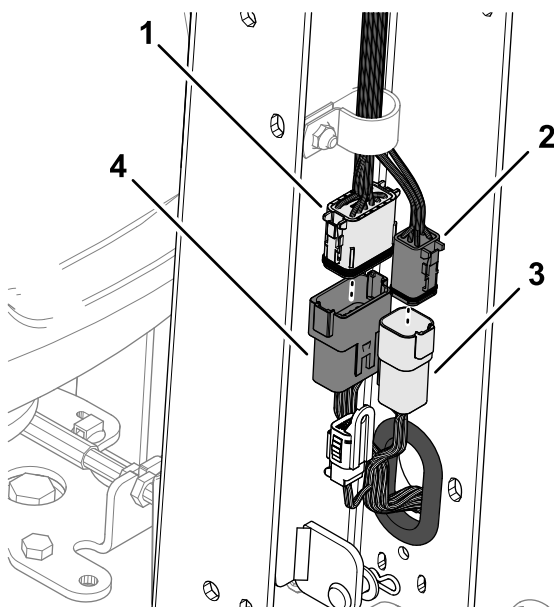

Figure 9
2. Branchez le connecteur à 12 broches du faisceau de la machine sur le connecteur à 12 douilles du faisceau du timon (**Figure 9**).